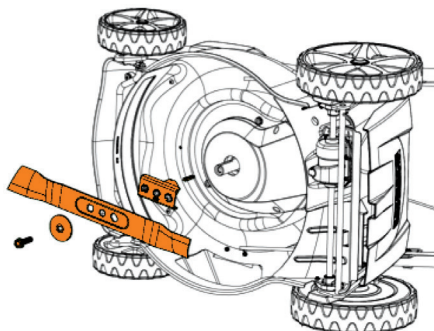

Рис. 11
**СНЯТИЕ РЕЖУЩЕГО НОЖА** (Рис. 11)